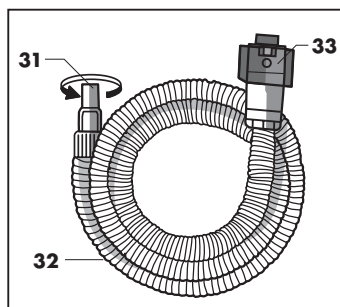

Fig. 29
Pour l'utilisation des accessoires emboîter le raccord monobloc (33) du tube flexible (32) (Fig. 29) dans le siège de la prise accessoires, de la manière décrite à la page 8 (Fig. 8) "Fixation du tube flexible".